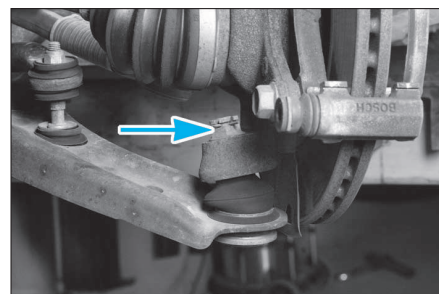

FIG. 8
- Déposer la goupille de maintien de l'écrou de rotule de pivot puis l'écrou (Fig.8).
- la goupille puis l'écrou de rotule de pivot (Fig.8).
- Déposer la goupille de maintien de l'écran de rotule de pivot puis l'écran (Fig.8).